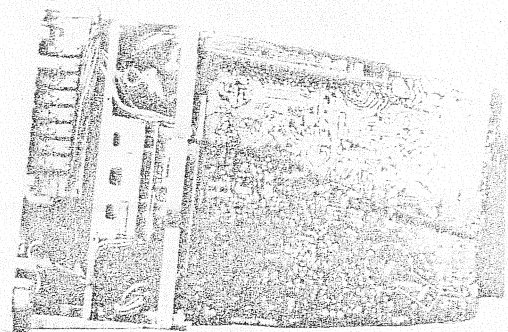

Abb. 5
- (1) Legen Sie das Gerät auf die Seite.
- (2) Bauen Sie die PCB-MAIN Platte aus, wie in Abbildung 5 dargelegt.